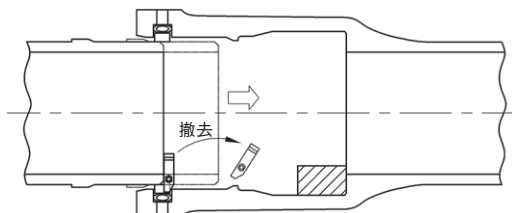
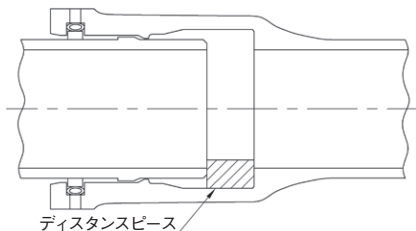

図 55 挿入途中の状況
図 56 挿入完了状況
- 1) 管の心出しおよび、ディスタンスピースのセットを行い (P19)、図 56 に示すように挿し口端部がディスタンスピースに当たるまで管を挿入する。この時、挿し口端部がロックリングの位置を通過する図 55 の段階でロックリング拡大器が管内に撤去され、さらに挿し口突部がロックリングを拡大したあと受口内に入り込む。このため、管の挿入は一気に勢いよく行う必要がある。なお、管の挿入をスムーズにするため挿し口突部付近にダクトイル管継手用滑剤を塗布した方がよい。管挿入後、ロックリング拡大器は管外に取出しておく。